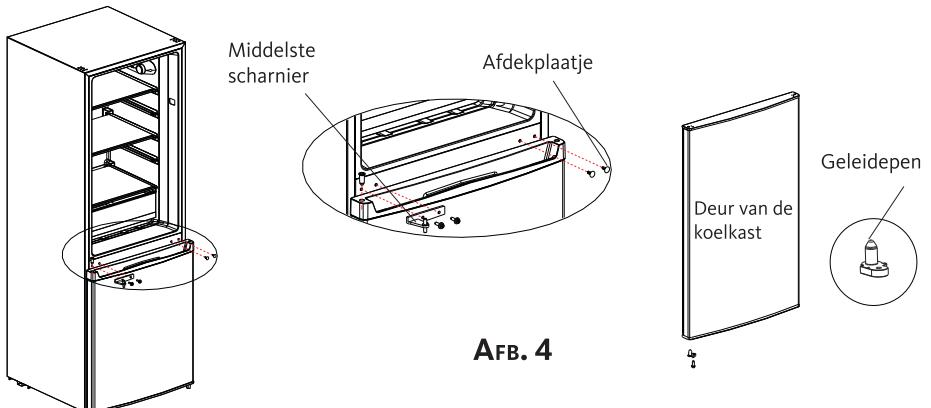

AFB. 1
1. Verwijder het bovenste scharnierdeksel en het afdekplaatje. Houd de deur van het koelcompartiment tegen het toestel en schroef de bovenste scharnier los (zie afbeelding 1).